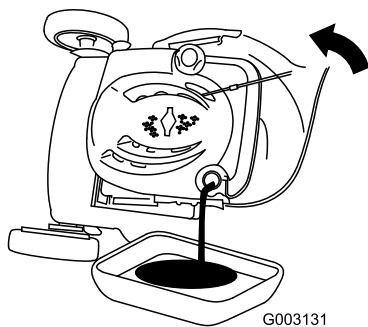

Bild 35
7. Kippen Sie die Maschine zur Seite, der Einfüllstutzen zeigt nach unten, um das Altöl über den Einfüllstutzen in eine Auffangwanne abzulassen (Bild 35).